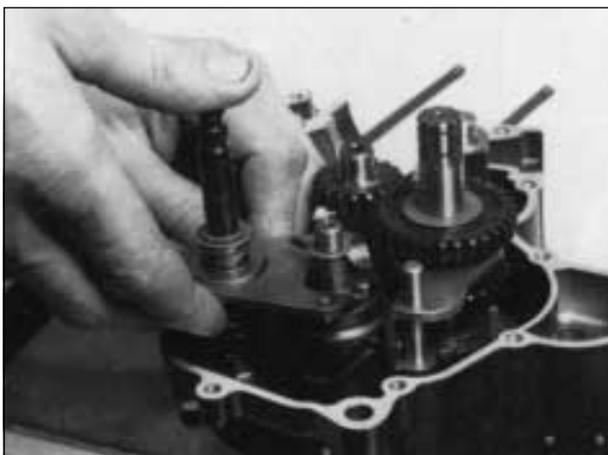

Fig. 43
- 4) MONTARE il gruppo selettore (Fig. 43) con la rondella inferiore (spessore di 0,6 mm) e infilare i beccucci della molla di richiamo nel relativo ponte di ancoraggio e verificare che:
- 4) INSERT the shift-shaft (Fig. 43) with the lower washers (0,6 mm thick) and insert the return spring hooks in the relevant anchoring bridge then check that: